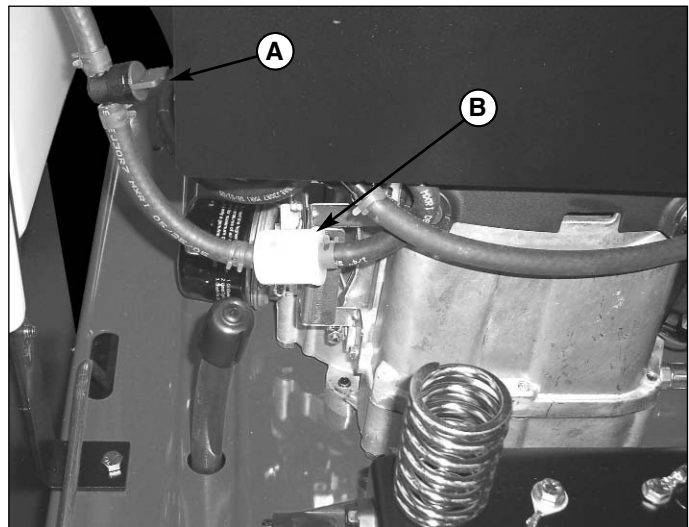

Figure 18. Remplacement de la vanne de carburant (Vue vers l'arrière à partir du compartiment de batterie)
1. Coupez le robinet de carburant (A, Figure 18).
4. En utilisant des pinces, ouvrez et faites glisser les colliers de tuyau du filtre à carburant (B, Figure 18).